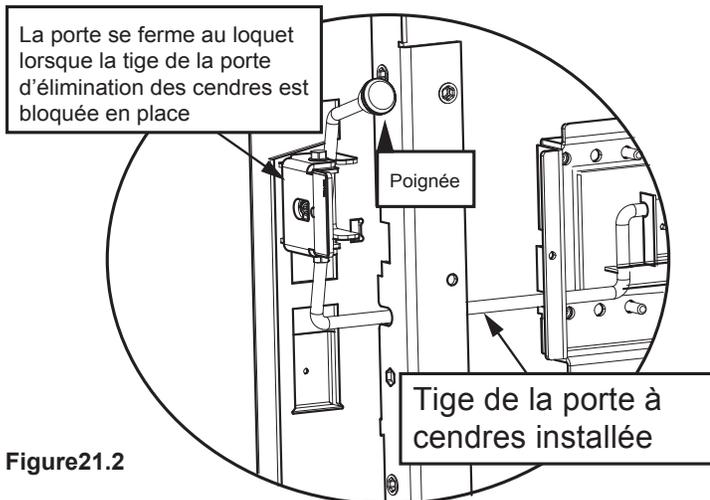

Figure 21.2
- Ajoutez le bouton à la tige de la poignée (**Figure 21.2 à la page 21**).